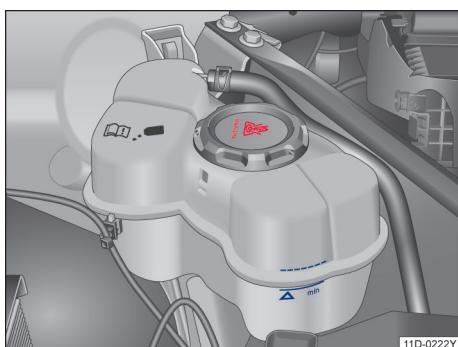

图 157 冷却液补偿容器上的液位标记
- 电驱动装置处于冷态时检查冷却液液位是否处在补偿容器侧面的标记范围内 → 图 157。
1. 在电驱动装置处于冷态时通过冷却液补偿罐的侧面标记检查冷却液液位 → 图 157。冷却液液位必须在标记区域内。
3. 如果在冷却液膨胀罐再也看不到冷却液，不要添加冷却液 → ①。